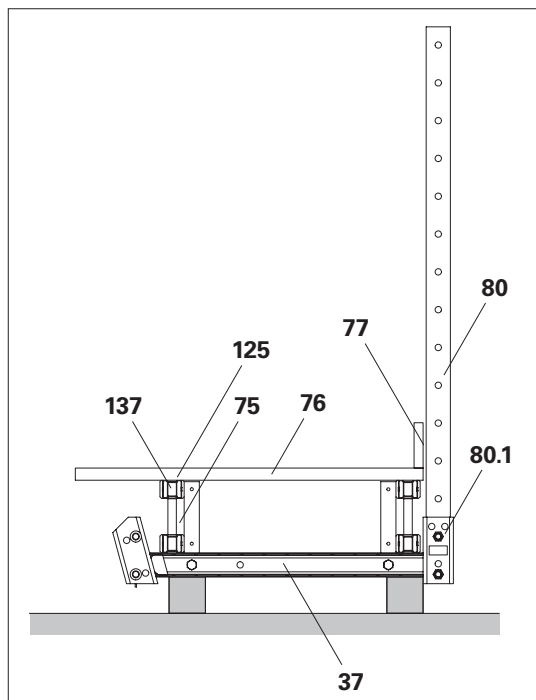

Fig. C1.09
4. Fissare il montante parapetto RCS/SRU (**80**) alla piattaforma di getto con i 2 bulloni esagonali M20 x 100 (**80.1**) e i dadi forniti. (Fig. C1.09)